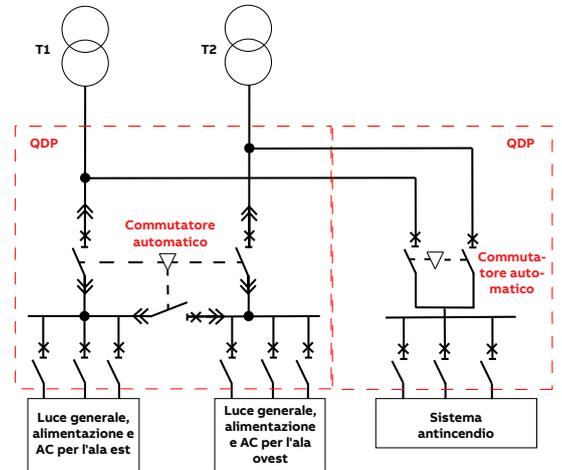

Figura 2. Commutatore automatico Classe interruttore implementato per la protezione delle sbarre collettrici e delle funzioni commutatore automatico.
1. Implementazione di un commutatore automatico Classe interruttore sia per la protezione delle sbarre collettrici che per le funzioni commutatore automatico (vedere la Figura 2). In genere, questa soluzione potrebbe essere richiesta se la corrente nominale ha un basso valore ed è prevista un'alta corrente di cortocircuito nel punto di installazione del commutatore automatico.